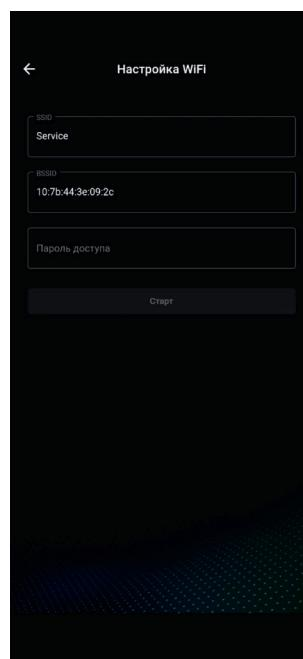

Рис. 4
- 6) Если вы подключены к сети, то будут виведені ее данные (Рисунок 4)